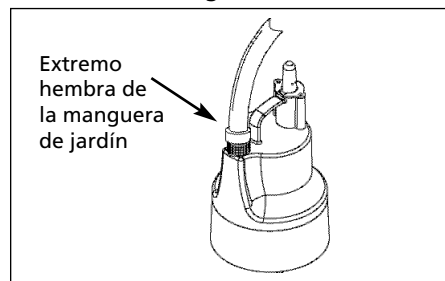

Figura 2
1. La bomba ha sido diseñada para conectarla a una manguera estándar de jardín. Atornille el extremo hembra de la manguera de jardín en la descarga macho de la bomba (ver Figura 2).